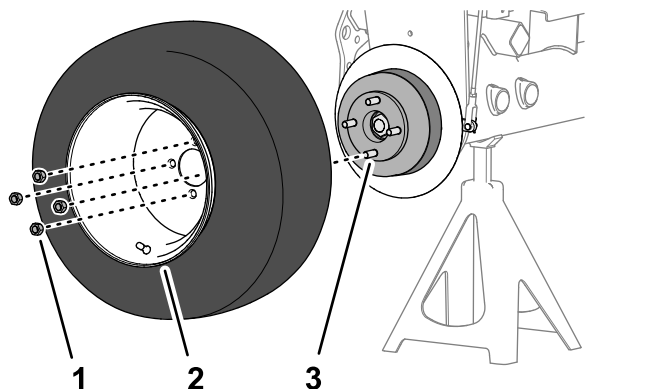

Figura 72
1. Montate la ruota sul mozzo con i 4 dadi a staffa (Figura 72) e serrate i dadi a staffa manualmente.